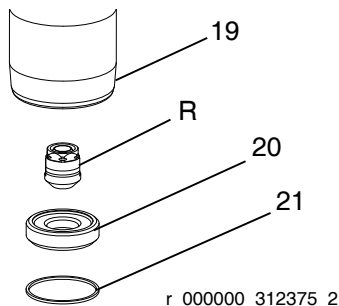

FIG. 10
11. Utilizzare un uncino per anelli di tenuta per rimuovere la guarnizione (21) dall'involucro della valvola di aspirazione (19). Gettare la guarnizione; utilizzarne una nuova per il rimontaggio. Vedere: FIG. 10.
12. Estrarre la sede dell'aspirazione (20) dalla parte inferiore dell'involucro della valvola di aspirazione (19). Fare attenzione a non rilasciare il gruppo valvola di aspirazione (R) quando viene liberato e tenerlo da parte.